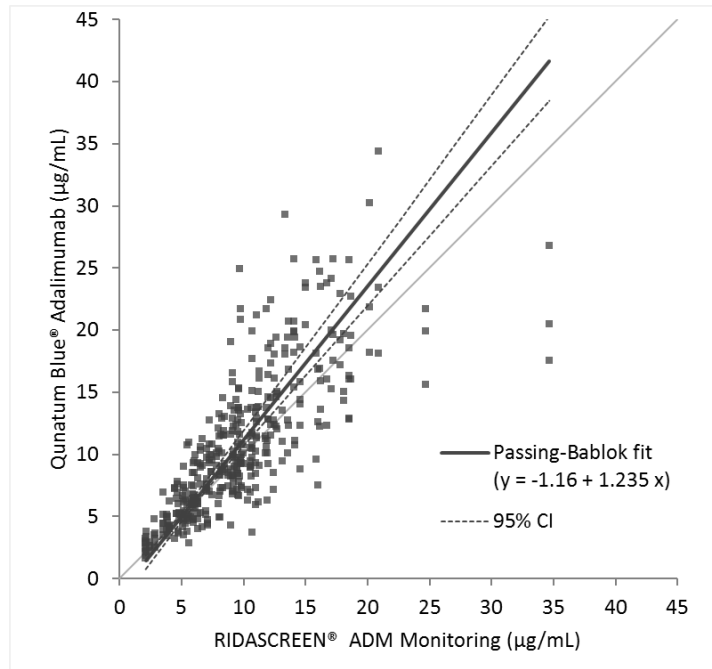

Figura 2
Lo studio di confronto tra metodi è stato condotto in conformità con la linea guida CLSI EP09-A3. Centotrenta (130) campioni clinici e artificiali (3,1% del totale) sono stati misurati in triplicato con il test Quantum Blue® Adalimumab, ottenendo 390 valori, e con un test ELISA per adalimumab disponibile in commercio (rif. 7). Le misurazioni sono state effettuate nel corso di quattro giorni usando due lotti di cassette di rilevazione Quantum Blue® Adalimumab. I risultati sono riepilogati in figura 2.